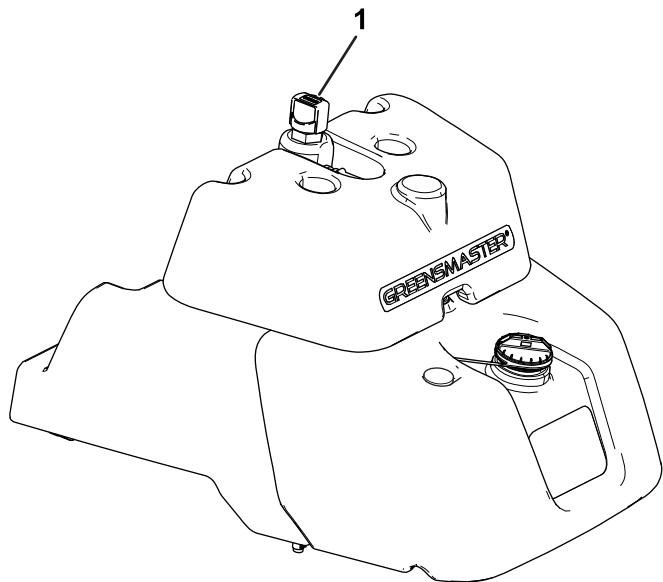

図 40
- メインの油圧オイルタンクに油量確認窓がついていない場合は、リークディテクタのタンク上部にあるディップスティックを探し出し 図 40 ステップ 3 に進んでください。